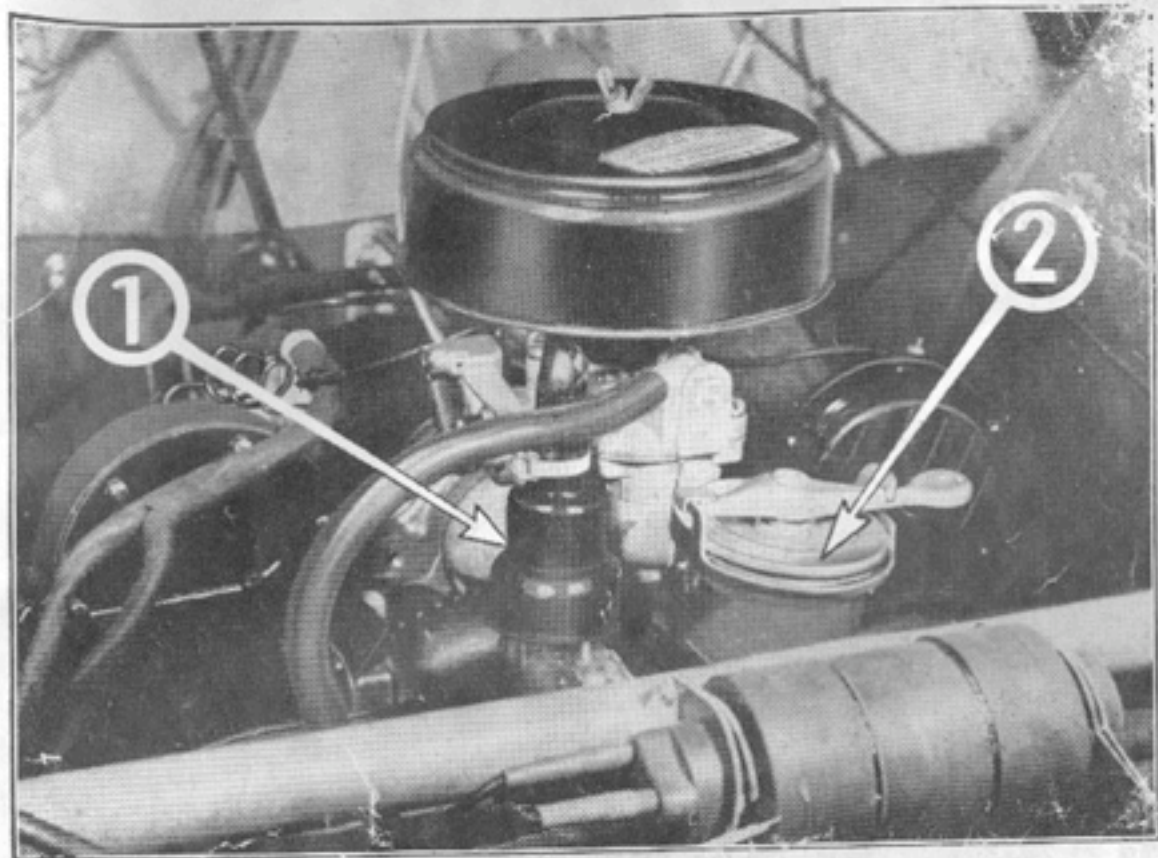

Fig. 16. URLUFTNINGSVENTIL (sedd snett framifrån höger).
Vid denna tömning är det lämpligt att låta en Citroën-representant titta på urluftsventilen vid luftfiltret. Se fig. 16.
- b. Urluftningsventilen (1, fig. 16). — Denna kontroll skall utföras av Citroën-representant.